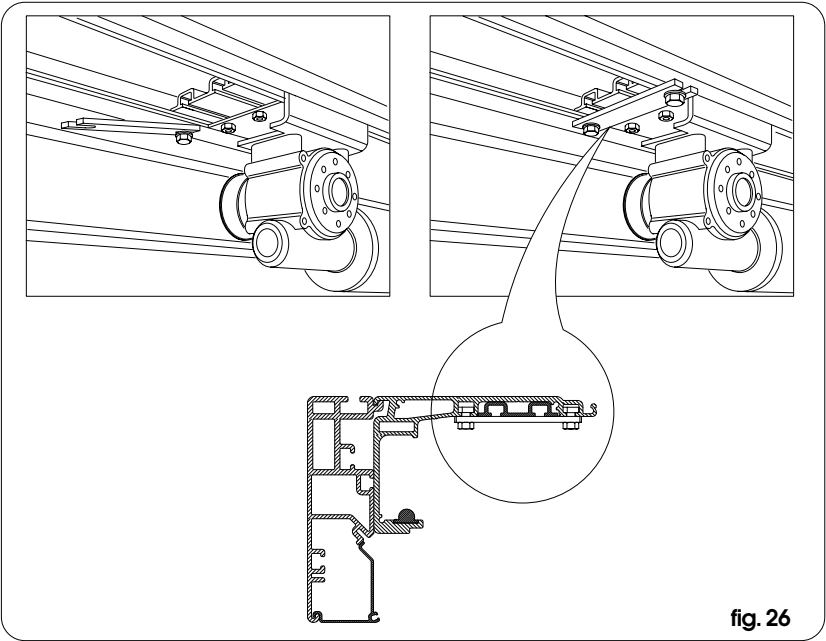

fig. 26
- Blokkeer de aandrijfmodule met de 4 eerder voorbereide beugels, met behulp van de 4 bijgeleverde trekschroeven en moeren (fig. 26).